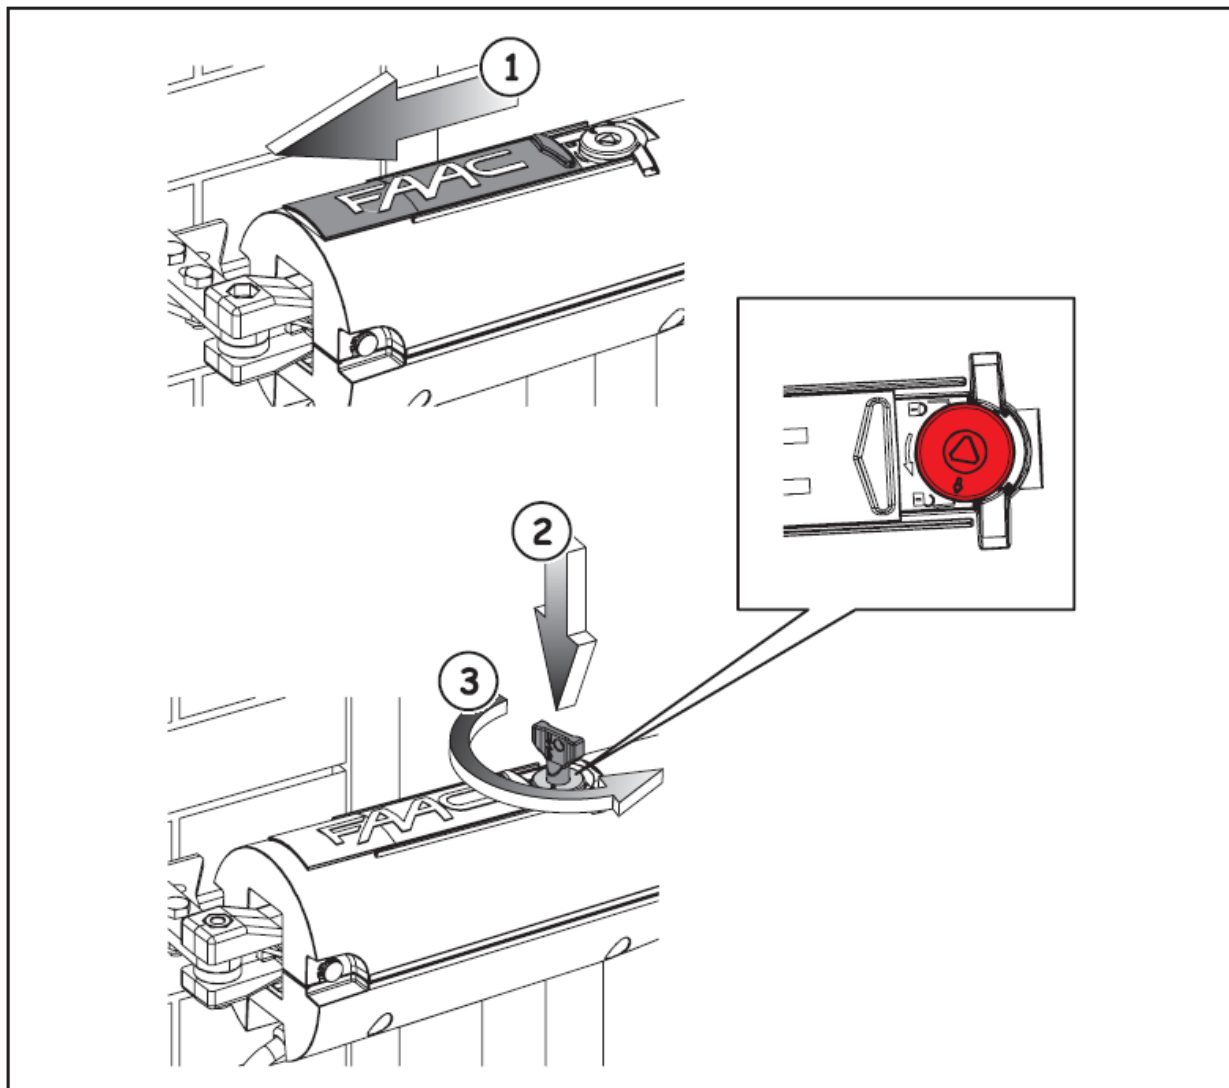

Рис. 1
2. Отодвинуть защитную крышку, рис. 1, № 1.
3. Вставить входящий в комплект ключ разъединения, рис. 1, № 2, и повернуть его против часовой стрелки до упора, рис. 1, № 3. Положение разъединения обозначается открытым замком.